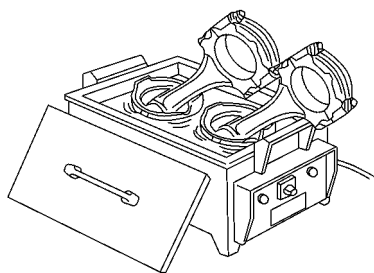

图 1-117 将活塞放在约 80℃ 热水中
2) 将活塞放在约 80℃ 的热水中，如图 1-117 所示。